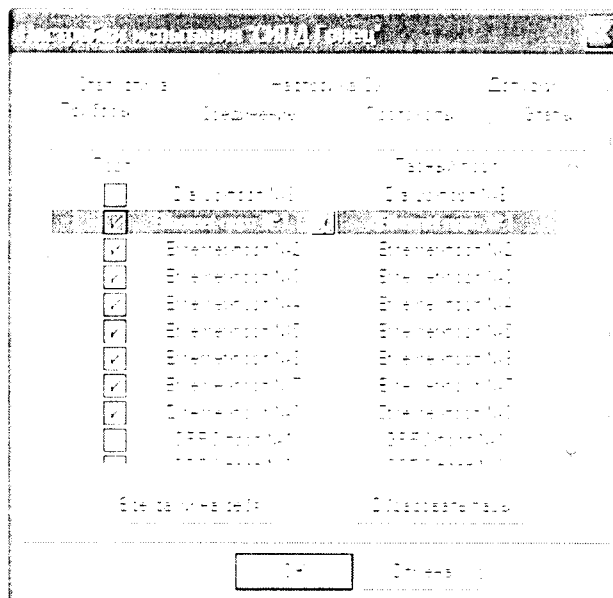

Рисунок 3
- активировать Ethernet-порты, рисунок 3;